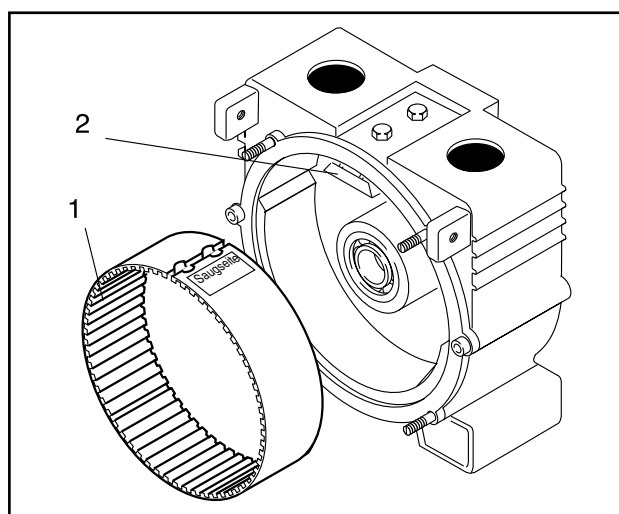

Fig. 20 Montaje de la pieza divisora
2. Inserte la nueva pieza divisora en su soporte con el dentado hacia el interior. (Fig. 20).